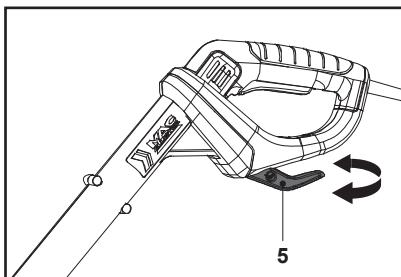

Fig. 27
- Rentrer le protecteur de plantes (13) si nécessaire.
- Faire pivoter le support de câble (rotatif) (5) et s'assurer que l'extrémité du support de câble (rotatif) (5) est orientée vers l'arrière (Fig. 27).